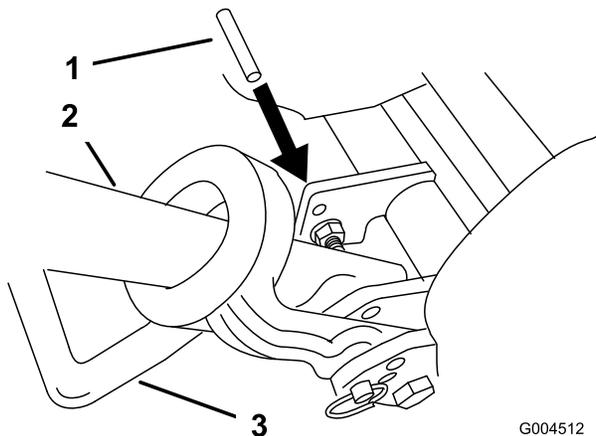

Bild 4
2. Lassen Sie den Ständer ab. Setzen Sie einen Stift oder etwas Äquivalentes mit einem Durchmesser von 6,4 mm in das Rahmenloch über dem Ständerbefestigungsbolzen ein (Bild 4).